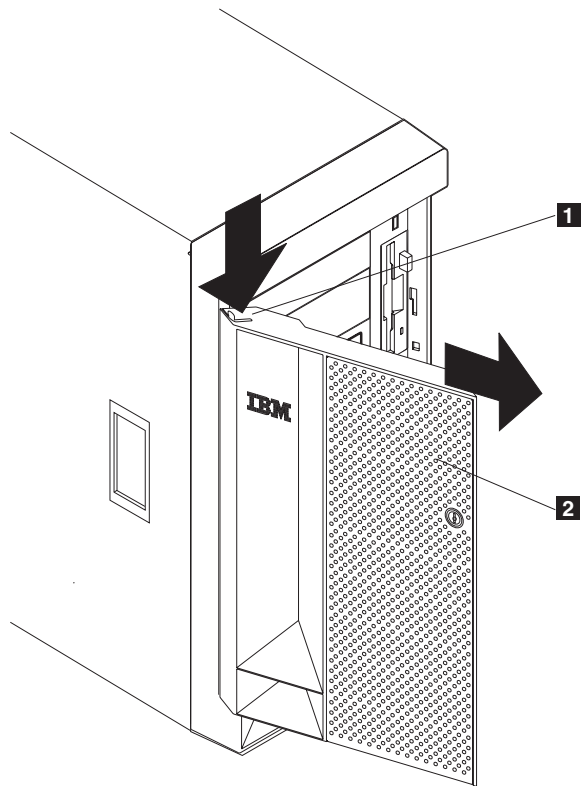

図30. モデル 25T のアプライアンス・ドアの取り外し
2. ドアの上端にあるフランジを確認します (42 ページの図 30 を参照)。